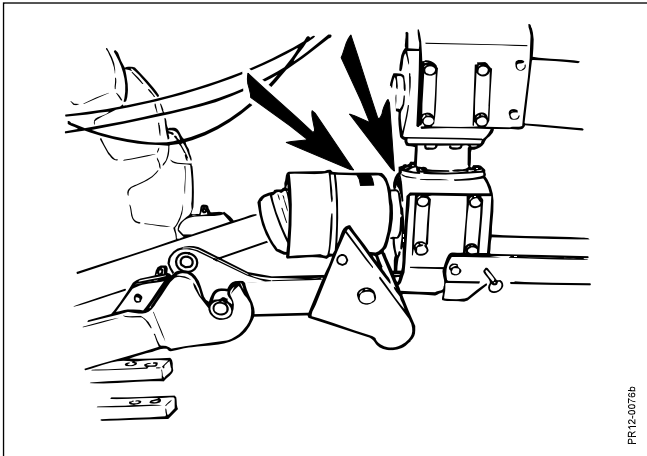

Fig. 2-12
Fig. 2-12 Maskinen är uppmärkt på så sätt, att den aktuella utväxlingen tydligt visas på den första vinkelväxeln och skyddet för PIC axeln. (Se ev. placering av säkerhetsdekaler på maskinen sidan **Fejl! Bogmærke er ikke defineret.**, pos. 12) Har denna uppmärkning av en eller annan anledning fallit av, skall utväxlingen kontrolleras.